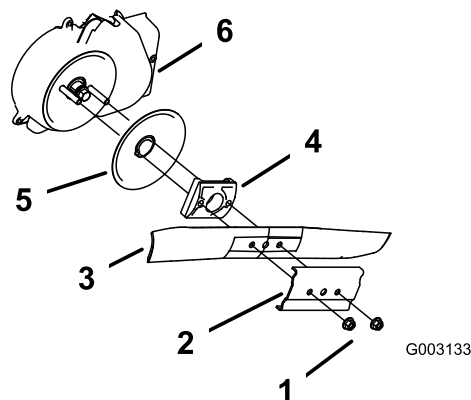

Figure 35
3. Retirez les 2 écrous de la lame et le renfort (Figure 35).
4. Déposez la lame (Figure 35).
5. Déposez le dispositif d'entraînement de la lame et le disque (Figure 35).
6. Déposez la protection du débrayage de frein de lame (Figure 35).
10. Reposez la lame et le renfort déposés précédemment (Figure 35).